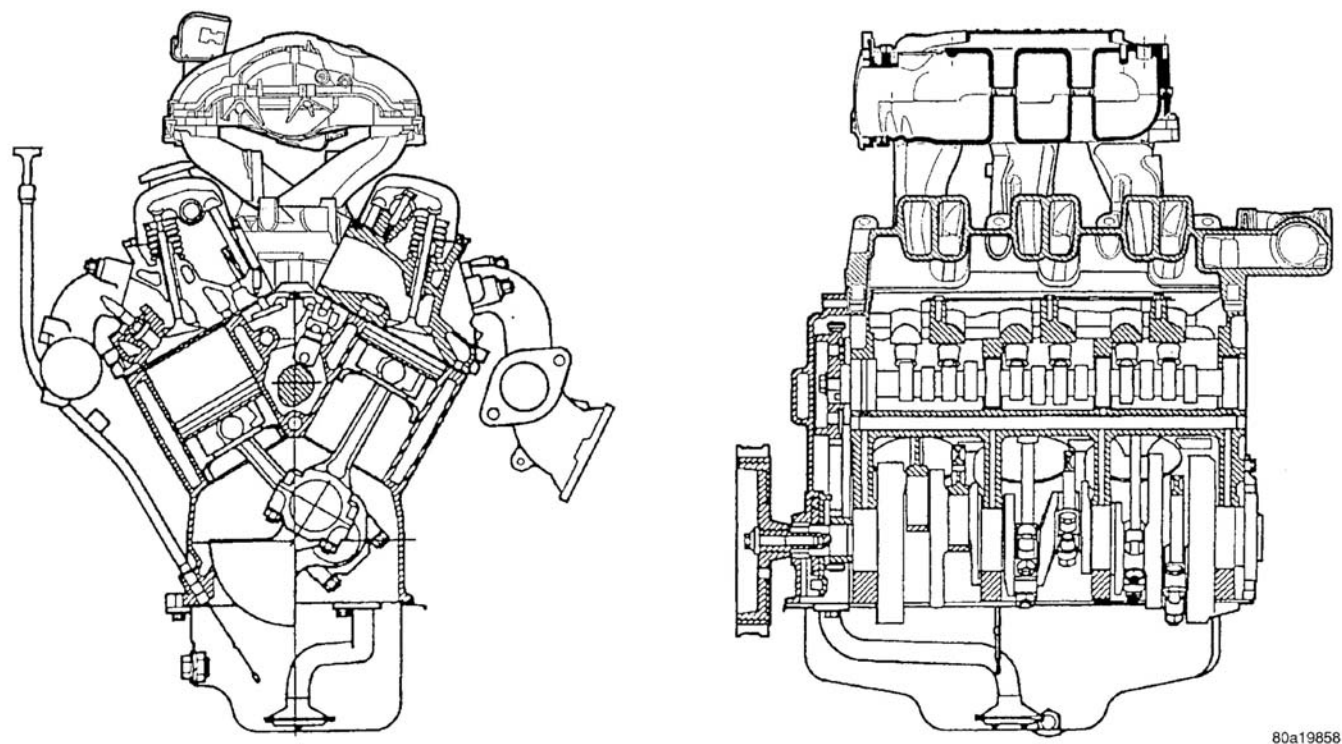

图 1 3.3/3.8L V-6 发动机
3.3 升 (201cu.in.) 和 3.8 升 (231cu.in.) 发动机是带铸铁缸体和铝气缸盖的 60° V-6 发动机 (图 1)。发动机用单缸体装配凸轮轴和推杆推动气门。这些发动机没有自由间隙的气门链系统的。